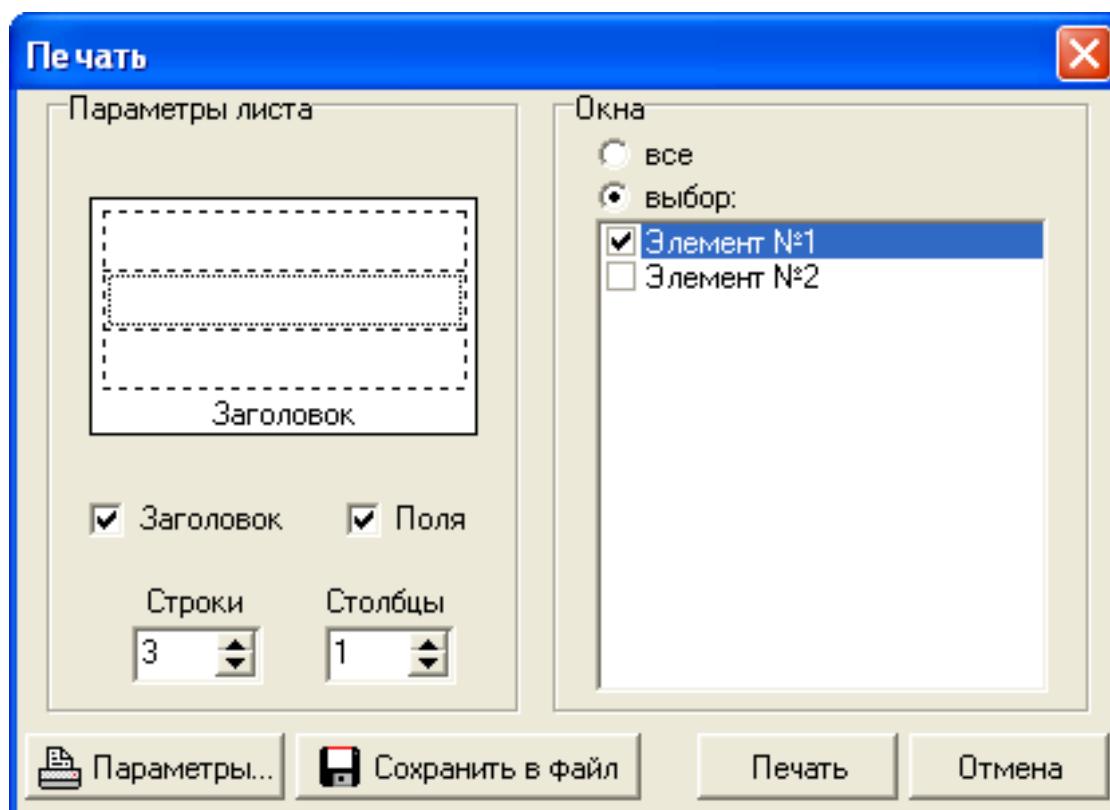

Рис. 25. Окно «Печать».
- для печати одного или нескольких элементов (см. рис. 25), необходимо выбрать пункт «**Выбор**» нажатием левой клавиши мыши, при этом активизируются пункты «**Окна**», «**Строки**» и «**Столбцы**». Оставить галочки у тех элементов, которые Вы хотите распечатать. Выбрать то количество «**Строк**» и «**Столбцов**», насколько Вы хотите разбить лист печати. В «**Параметрах листа**», на общем виде листа, левой клавишей мыши выбрать ту область печати (она выделится), в которой Вы хотите напечатать график. Для снятия выделения области для печати, необходимо нажать левую клавишу мыши еще раз.